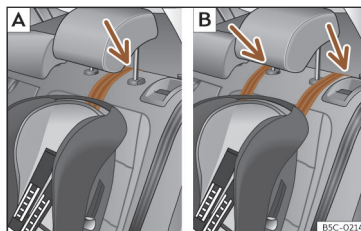
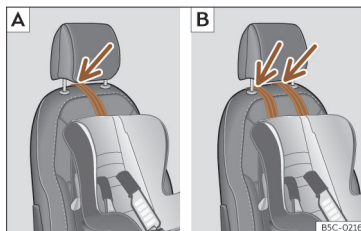

Fig. 55 Bancos traseiros: ajuste e montagem em função do cinto Top Tether.
Fig. 56 Banco do passageiro: ajuste e montagem em função do cinto Top Tether.
- Coloque a correia por baixo do encosto de cabeça (em função das instruções da própria cadeira, levante ou retire o encosto de cabeça se for necessário) >>> Fig. 55, >>> Fig. 56.